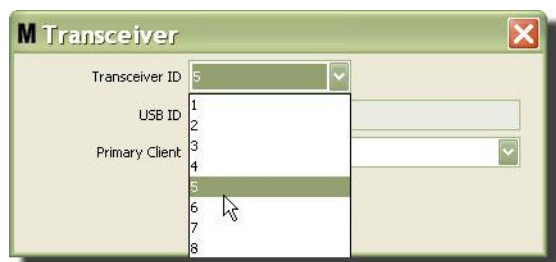

Рис. 89
4. Чтобы изменить идентификатор приемопередатчика, нажмите стрелку поля «Transceiver ID» [ИД приемопередатчика]. Отобразится выпадающий список. Из выпадающего списка выберите значение идентификатора приемопередатчика (Рис. 89). Нажмите кнопку «OK» [OK], чтобы закрыть окно и сохранить изменения.